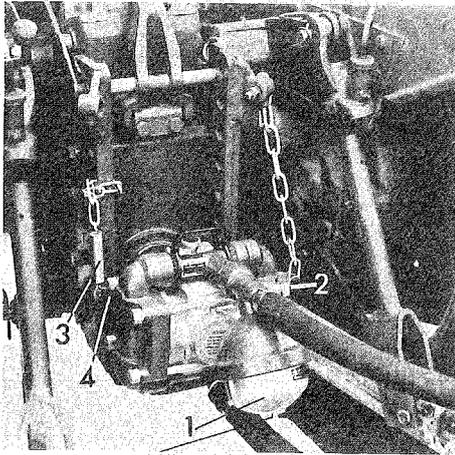

Abb. 2
Zum Schluß wird die mittels einer Zugfeder (2) am kurzen Hebel (3) angebrachte Kette ebenfalls an einem festen Punkt des Traktors mittels Klappsplint oder Schraube befestigt - Abb. 2. Hierbei soll die Zugfeder so gespannt werden, daß die Ketten straff sind und beim Betrieb der Pumpe nicht schlagen.